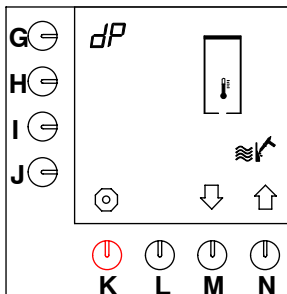

Fig. 21 Avvio del programma di disincrostazione dell'impianto di acqua calda
- Sullo schermo viene visualizzato il programma di disincrostazione (fig. 21).
- tenere premuto il tasto di programmazione (G.) fino a che sullo schermo viene visualizzato quanto illustrato nella fig. 21.
- Quando la soluzione disincrostante e' stata versata nella caldaia, non e' più possibile interrompere il programma di disincrostazione, neanche premendo il tasto Stopp (K)!